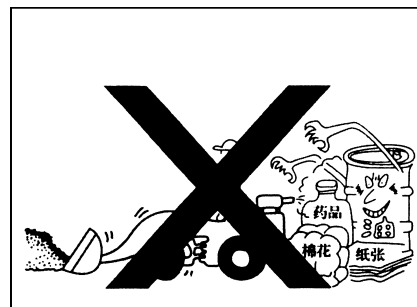

Рис. 1-99
- Если выхлопные газы из шумоглушителя выброшены на легковоспламеняющиеся предметы или выхлопные трубы находятся близко к легковоспламеняющимся предметам, то, возможно, возникает пожар. Поэтому в месте с маслами, ватой, бумагой, сухими травами, химикатами и другими опасными или легковоспламеняющимися предметами следует обращать большое внимание (рис. 1-99).